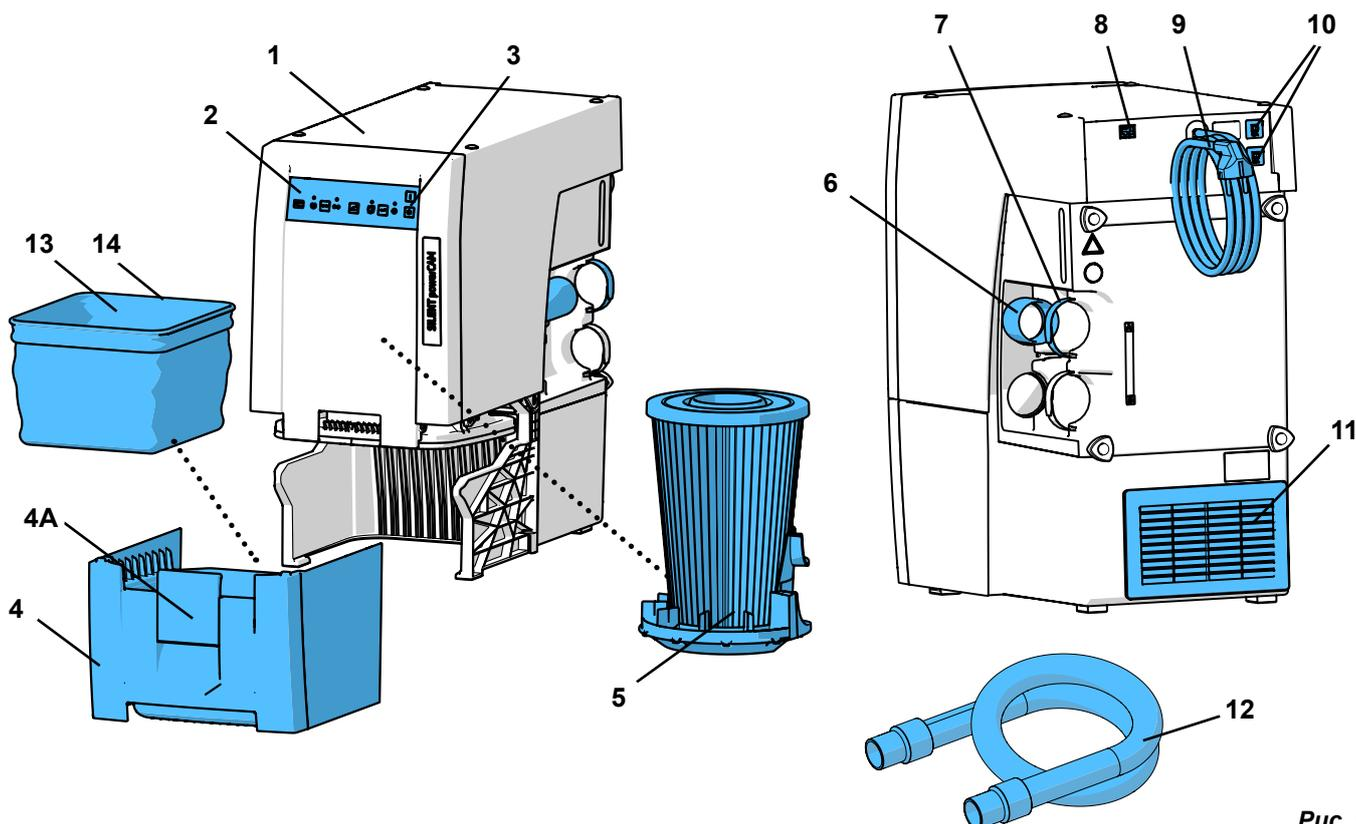

Рис. 1
- выходу отработанному воздуху (11, Рис. 1) ничего не препятствовало.
- Отверстие на задней стенке шкафа (В), мин. 250 x 120 мм, непосредственно напротив выхода отработанного воздуха (11, Рис. 1).
- ⇒ Шнур питания (9, Рис. 1) раскатать и штекер вставить в розетку электросети здания.